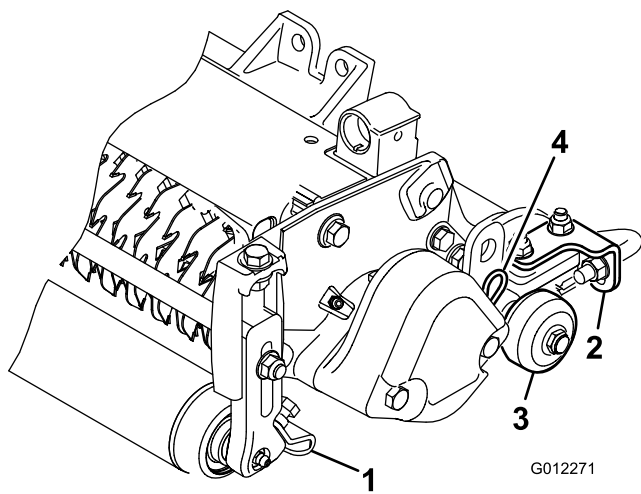

Figure 6
- Desserrez les écrous à embase qui fixent les racloirs de rouleaux (Figure 6).
Avant d'abaisser les verticutters au sol ou de les déposer du groupe de déplacement, abaissez les rouleaux de transport (Figure 6) pour ne pas endommager les lames au contact de la surface dure.
Les verticutters peuvent être installés à n'importe lequel des trois emplacements sur le groupe de déplacement. La Figure 6 montre l'orientation du moteur d'entraînement hydraulique pour chaque emplacement. Aux emplacements exigeant de monter le moteur du côté droit du verticutter, montez un contrepoids du côté gauche. Aux emplacements exigeant de monter le moteur du côté gauche, montez un contrepoids du côté droit.